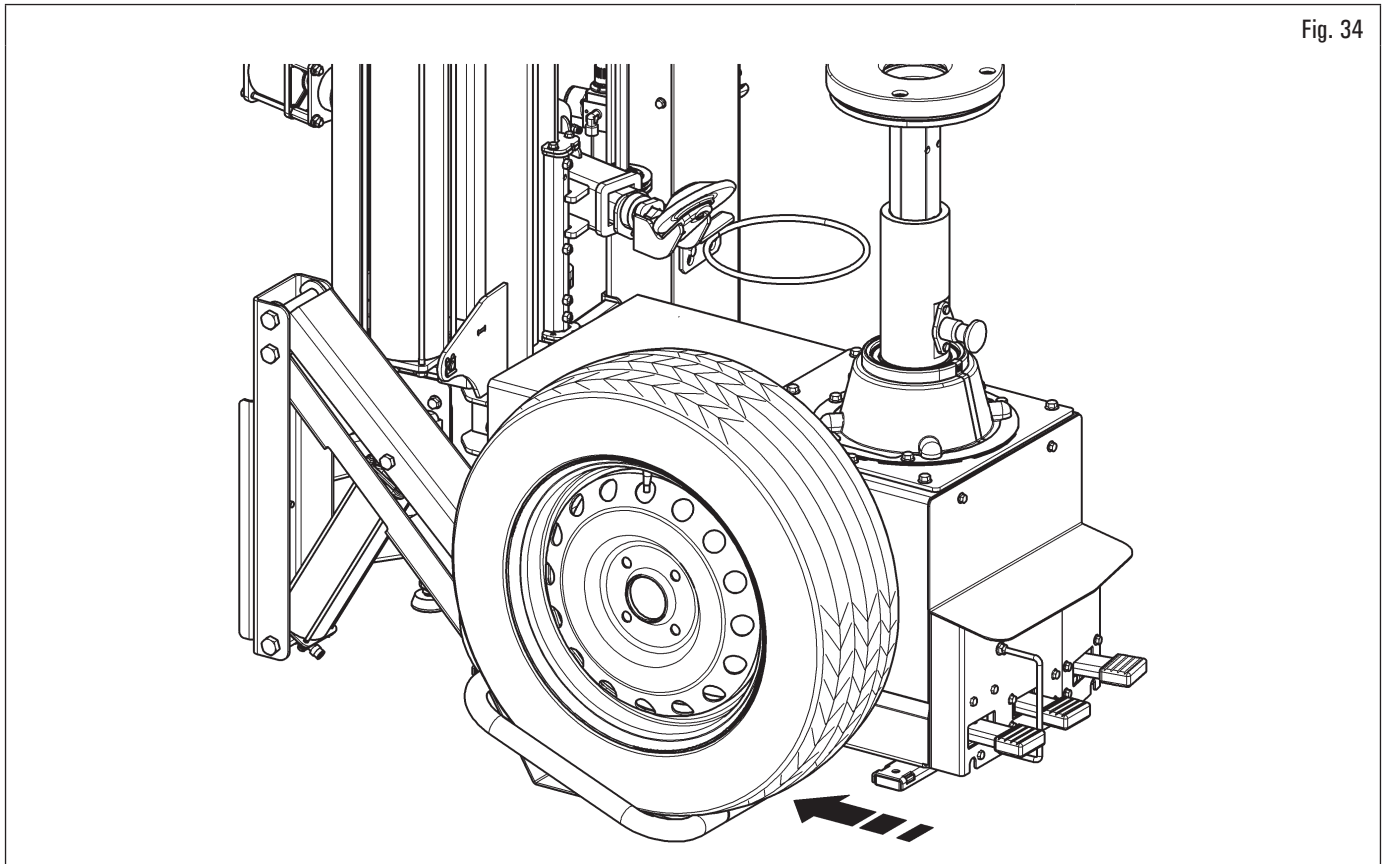

Fig. 34
1. Después de colocar la rueda sobre la placa de elevación (véase Fig. 34), apretar el pedal de accionamiento del elevador (Fig. 35 ref. 1) hacia abajo y colocar la rueda a una altura que pueda transferirse al mandril con la mano (véase Fig. 35);